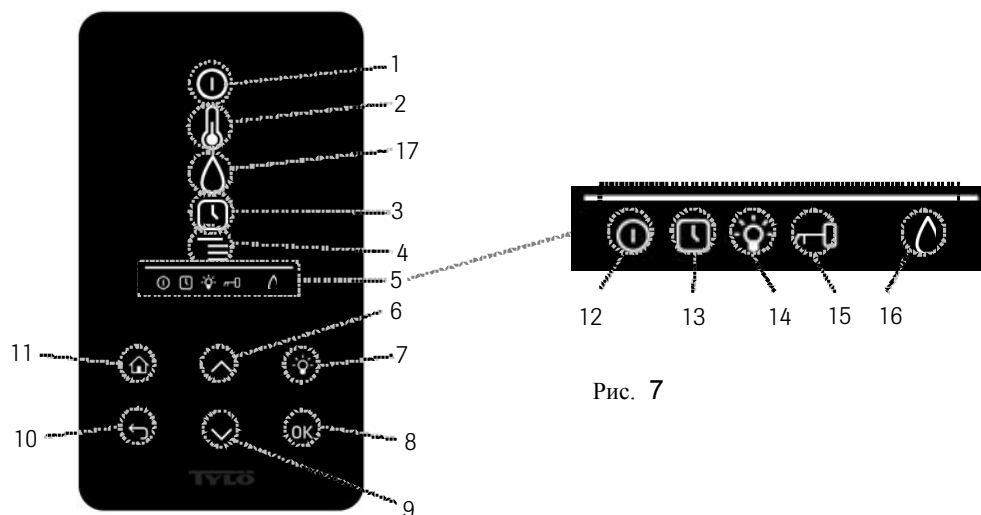

Рис. 6. Основное меню h2
11. Домой – переход в начальное основное меню (Рис. 6)